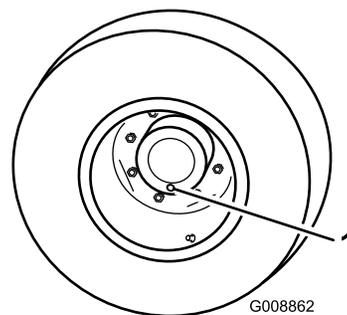

Figure 91
1. Placez la machine sur une surface plane et horizontale et tournez une roue de sorte que l'un des bouchons de contrôle se trouve à la position la plus basse (6 heures) (Figure 91).